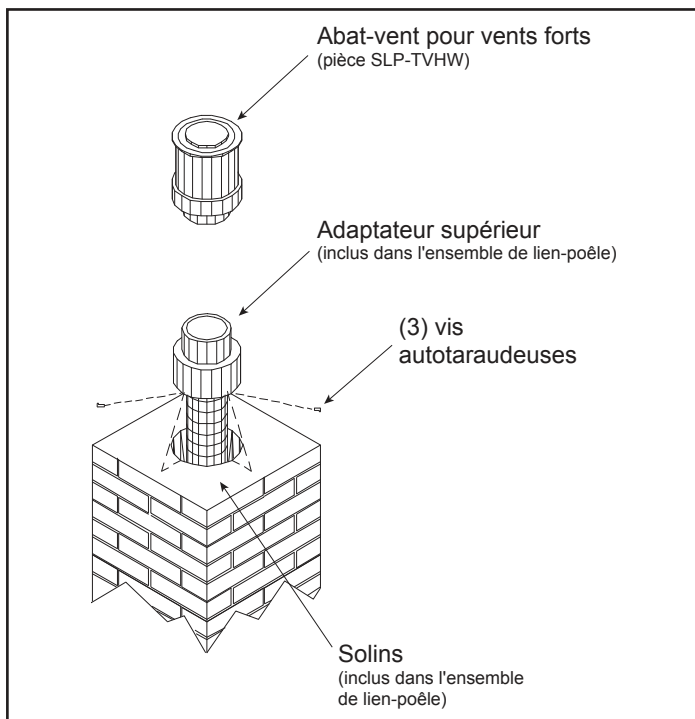

Figure 4.28
8. Fixez l'adaptateur supérieur au solin en tôle galvanisée. Vissez trois vis à tôle dans le côté de l'adaptateur supérieur et dans la bride du solin Voir la figure 4.28. Verrouillez l'abat-vent pour vents forts sur le dessus de l'adaptateur en le faisant tourner.